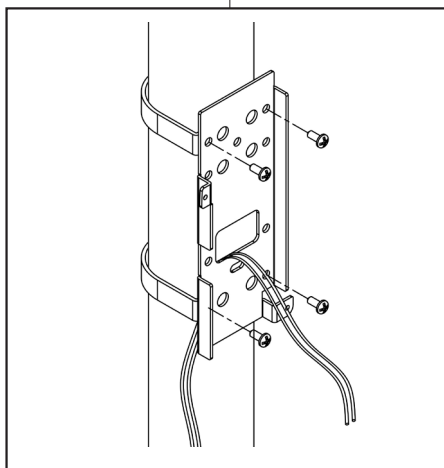

Fig. 8
- Fissare ora la staffa al muro o, se su palo, seguire le indicazioni di fig. 8.
- To fix the metallic support on the pole, please see fig. 8.